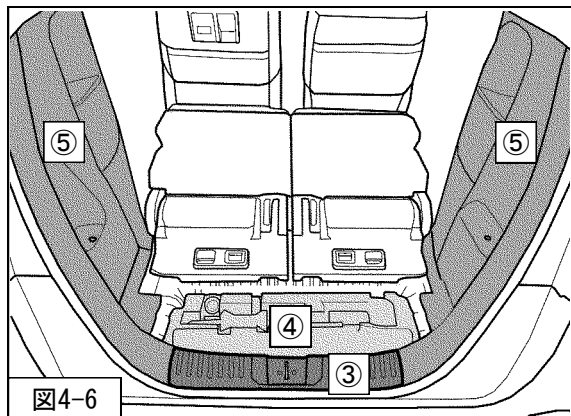

図4-6
9. ⑤リアサイドライニング
④カーゴツールボックス
③リアパネルライニングを取付けてください。（図4-6）